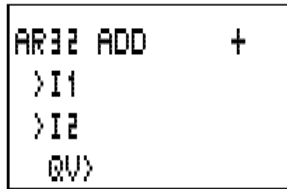

Рис. 6.11. Общий вид дисплея параметров арифметического модуля
- Дисплей параметров арифметического модуля представлен на рис. 6.11